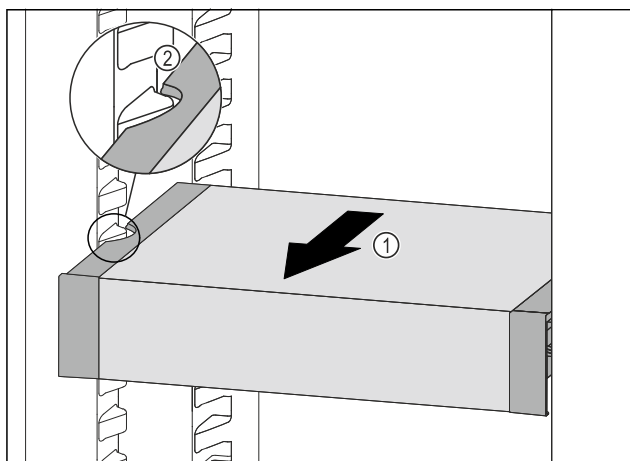

Fig. 82
- ▶ Вытягивайте VarioSafe вперед *Fig. 82 (1)*, пока боковые выемки VarioSafe не окажутся на высоте выступа резервуара в холодильном отделении. *Fig. 82 (2)*